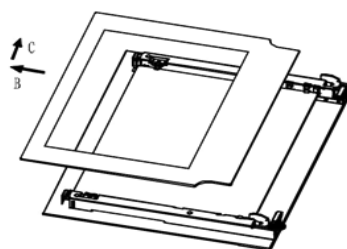

Рис.4
2. Медленно вытащите внутреннее стекло (Рис.4)